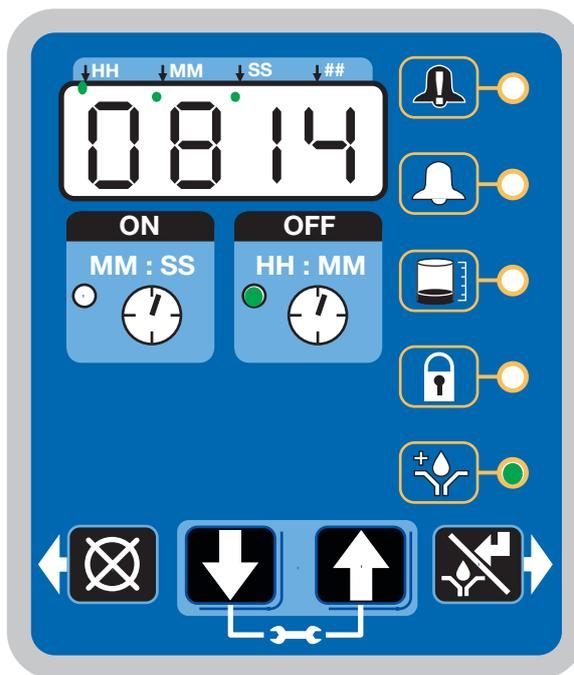

图 36
- “关”字段上时钟旁的 LED 灯亮起（图 36）。
- 预润滑 LED 灯亮起（图 36）。
- 显示屏显示直至预润滑循环开始的剩余时间。图 36 中的示例显示距离润滑循环开始还有 8 分钟 14 秒。